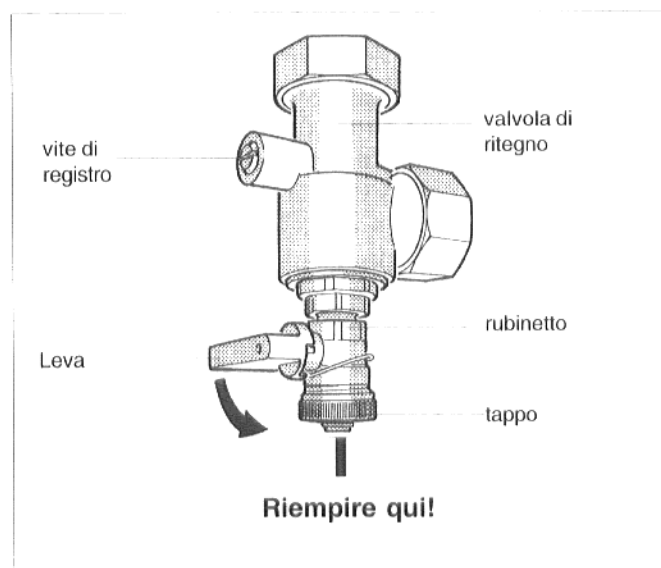

Fig. 10: Valvola di ritegno con rubinetto di riempimento
- Mettere in posizione verticale il taglio della vite di regolazione della valvola di ritegno (sempre aperta) (Fig. 10).
- Svitare il coperchio di chiusura rubinetto di riempimento, svitare il tubo di riempimento e mettere in posizione verticale la barretta del rubinetto di riempimento (aprire) (Fig. 10).
- Riempire lentamente l'impianto al rubinetto di riempimento per c. 1/2 minuto (Fig. 10).
- **Mettere in posizione orizzontale il taglio della vite di regolazione della valvola di ritegno (stato di esercizio) (Fig. 10).**